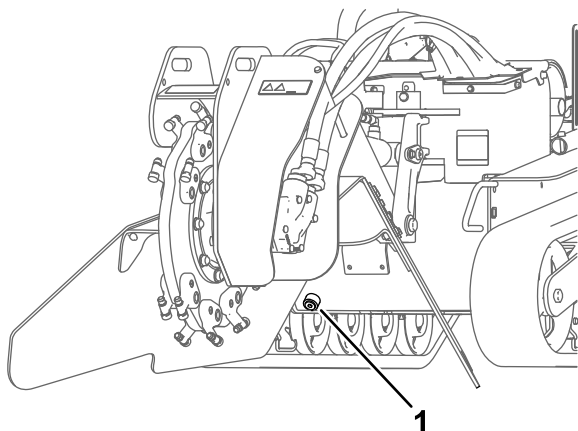

Figure 59
7. Retirez le bouchon de vidange du réservoir hydraulique pour permettre à l'huile de s'écouler dans le bac de vidange (Figure 59).